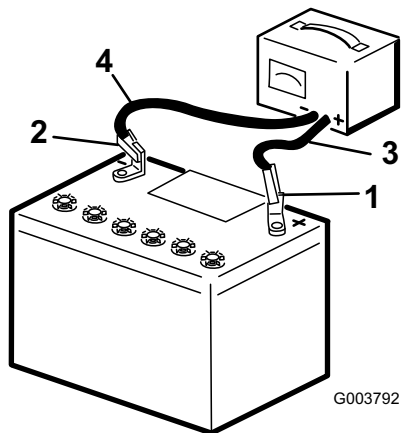

Figure 32
3. Chargez la batterie pendant 10 à 15 minutes entre 25 et 30 A, ou pendant 30 minutes entre 4 et 6 A (Figure 32). Ne chargez pas la batterie excessivement.
- Quand la batterie est chargée au maximum, débranchez le chargeur de la prise, puis débranchez les fils du chargeur des bornes de la batterie (Figure 32).